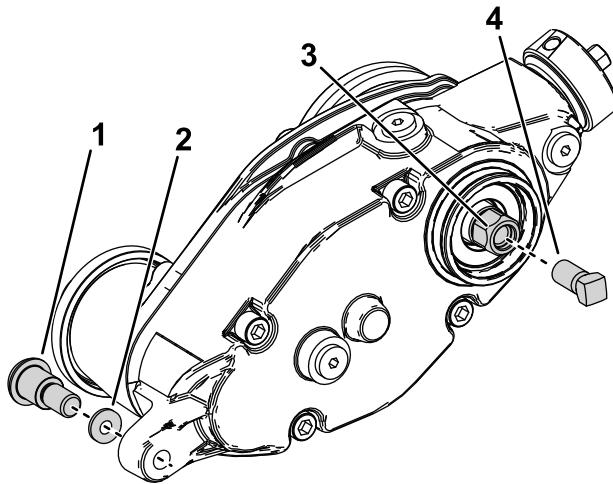

Figure 25
3. Retirez le boulon à épaulement et la rondelle en acier trempé qui retiennent le boîtier d'entraînement du groomer sur les bras de réglage (Figure 25).
5. Vissez la vis de renfort (réf. 1-803022, vendue séparément) sur le filetage interne de la tête hexagonale de l'entraînement du groomer et serrez-la à 13,5 Nm, comme montré à la Figure 25.
6. Déposez le boîtier d'entraînement du groomer du cylindre de coupe en tournant la tête hexagonale (Figure 25).